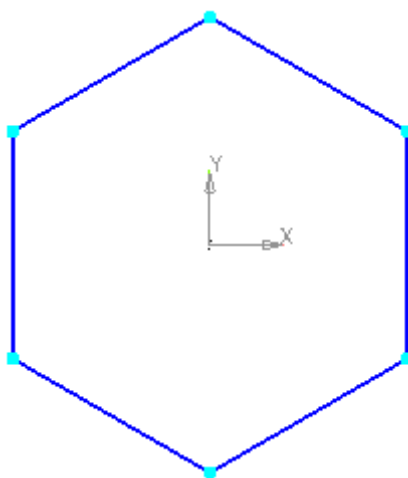

Рис. 9
- ортогональное черчение. Расположите шестиугольник, как показано на рис. 9;